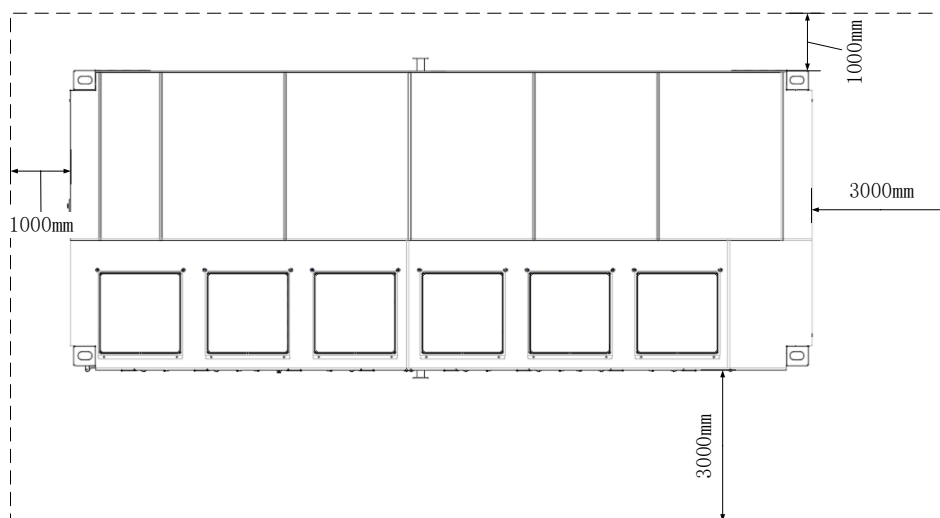

图4-2 Galaxy安装空间尺寸（俯视）
- (3) 安装Galaxy时需要在周围预留一定的空间，以确保散热通畅，安装空间需求参考图4-2。